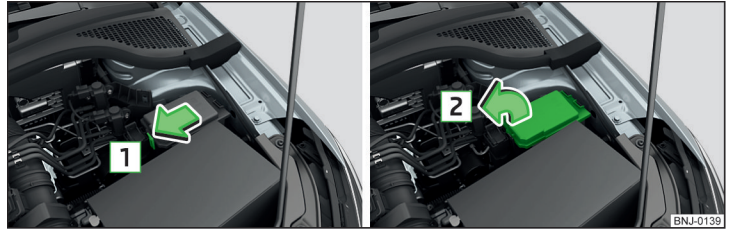

Abb. 293 Abdeckung abnehmen
- › Die Verriegelungstaste der Abdeckung in Pfeilrichtung **1** drücken und die Abdeckung in Pfeilrichtung **2** abnehmen » Abb. 293.